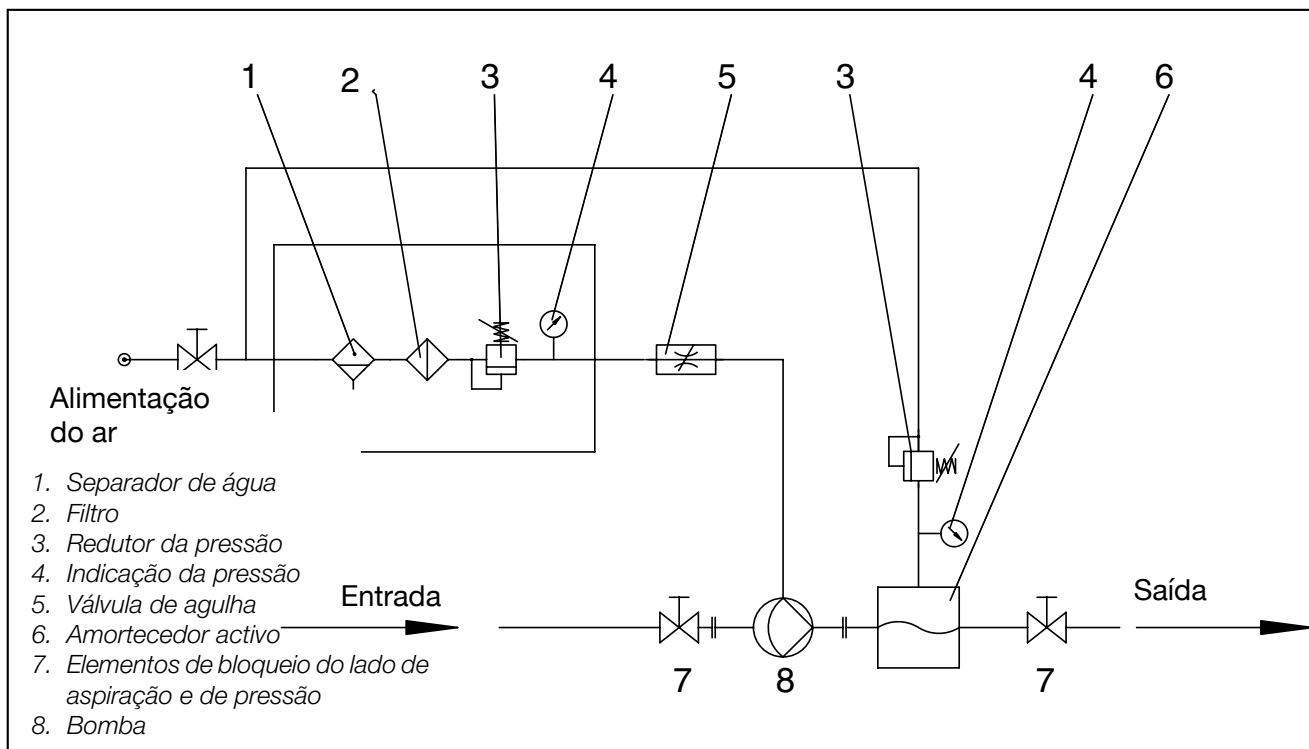

Abb. 4: Exemplo da instalação de uma bomba
**Aviso: Recomenda-se a montagem de uma mangueira (tubo) flexível, resistente a deformações e pressão ou um (Fig. 4) compensador**